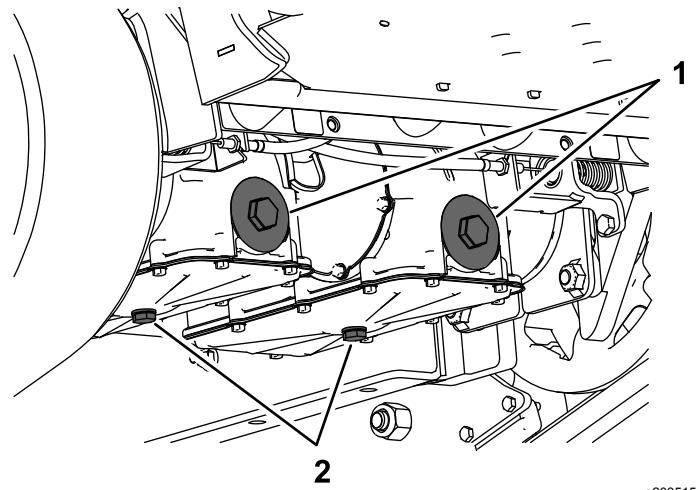

**Figure 46**
4. Enlevez les 6 boulons (2 à l'arrière et 4 sur le côté) de la plaque de protection, et déposez la plaque (Figure 46).
15. Posez la plaque de protection (Figure 46).